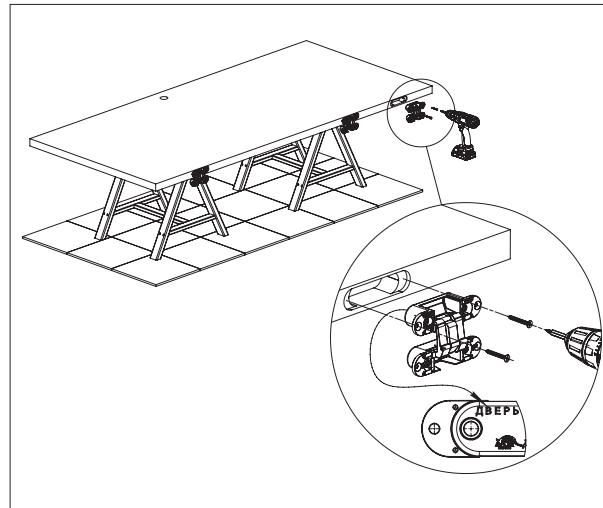

Рисунок 5 – Установка петель на дверь.
3. Установить петли в соответствующие пазы дверного полотна согласно маркировке и зафиксировать их саморезами 5×40 (см. рис. 5).